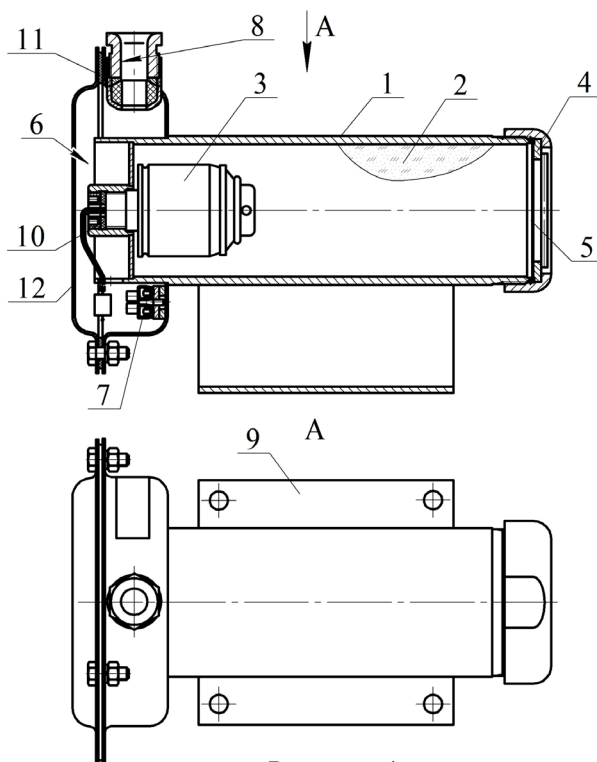

Рисунок 1
МПП (см. рисунок 1) состоит из корпуса 1, в котором размещаются огнетушащий порошок (ОП) 2 и источник холодного газа (ИХГ) 3. В передней части корпуса находится насадок-распылитель 4, выходное отверстие которого закрыто мембраной 5.
2.1.3 Через резиновую прокладку 11 (см. рисунок 1) на корпус МПП установить крышку 12 и закрепить соединение гайками.